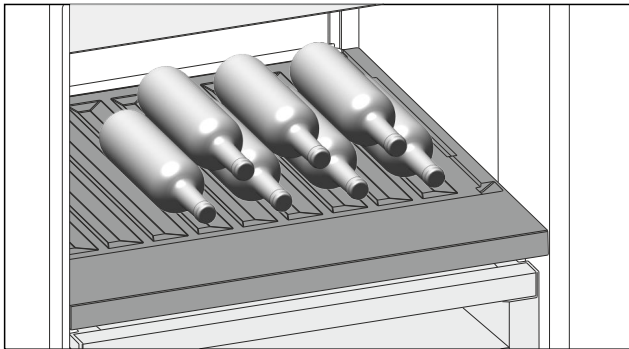

Fig. 184 Représentation à titre d'exemple
- ▶ Placer les bouteilles avec le fond orienté vers la paroi arrière de l'appareil. (voir *Fig. 184*)